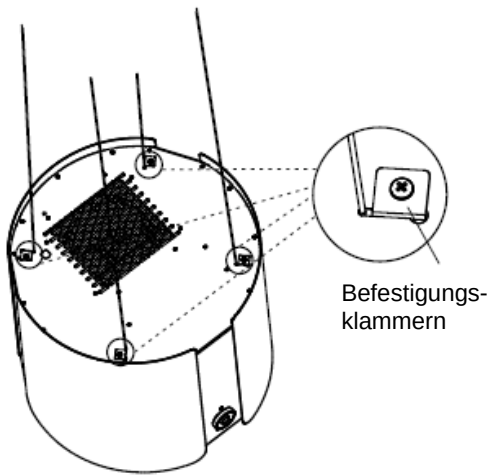

Abb. 14
8. Führen Sie die vier Seile durch die Öffnungen mit dem schmalen Schlitz in der Haube und schieben Sie sie in die schmalen Schlitz, wie in Abb. 14 gezeigt.